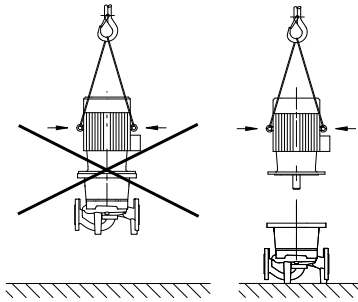

Fig. 8: Transport av motoren
- Transportløkkene på motoren er bare godkjent for transport av motoren, ikke hele pumpen (fig. 8).